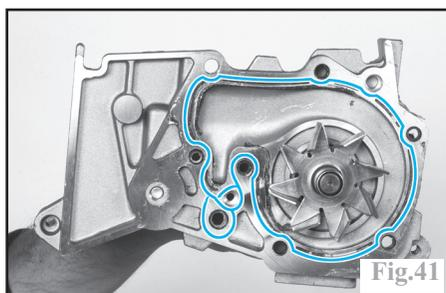

Fig.41
-appliquer un cordon de pâte d'étanchéité appropriée (par exemple **Loctite 518 rouge** ou un produit similaire anaérobie), d'une largeur de **0,6 à 1 mm** sur le plan de la pompe à eau (Fig.41).